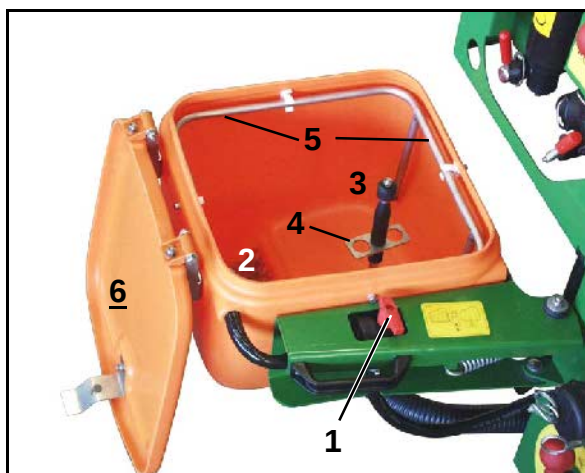

Fig. 23
Agua sale de la tobera de lavado de bidón (Fig. 23/3), cuando
- la placa de presión (Fig. 23/4) es empujada hacia abajo por el bidón.
- la tapa rebatible cerrada (Fig. 23/2) empuja hacia abajo la tobera de lavado de bidón.